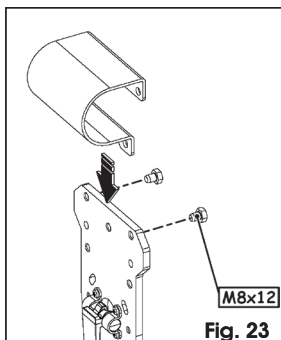

Fig. 23
1. Assemblare il piatto porta-asta, Fig. 23 rif. ①, con la tasca relativa all'asta scelta, Fig. 23 rif. ②, utilizzando unicamente le due viti posteriori.